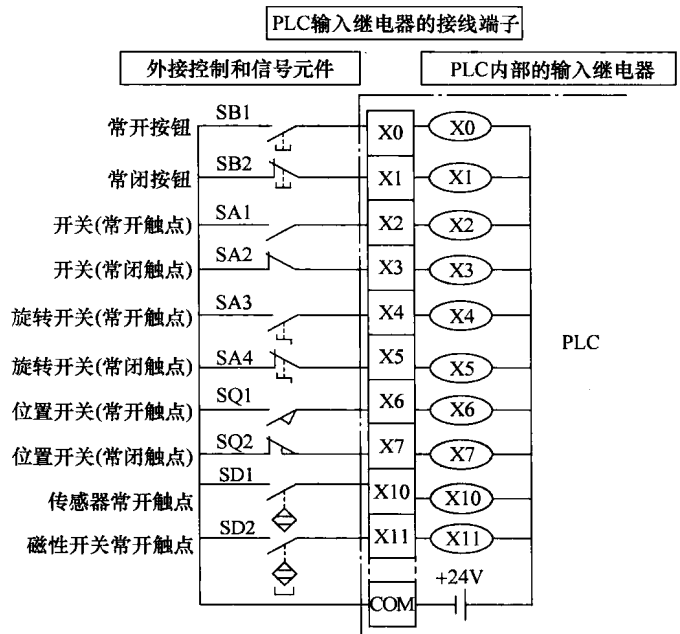

图 1-8 PLC 输入继电器 (X) 与部分外接元件
(1) 输入继电器 (X) PLC 输入端是由内部多个输入继电器 (X) 组成的,用于接收与 PLC 输入端相接的外接元件的指令信号。从图 1-8 可以看出,可以与输入继电器 (X) 连接的硬元件主要有各种开关、按钮及传感器等。